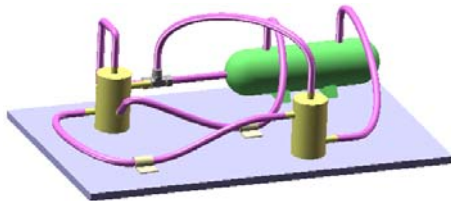

图 11.10.22 管筒线路 4 的创作
Step6. 退出编辑状态。单击 **装配体** 工具条中的“编辑装配体”按钮 ，完成图 11.10.22 所示的管筒线路 4 的创作。